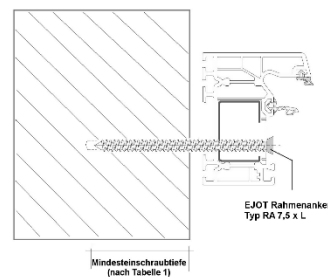

Bild 3 Montageausführung: **seitlicher** Anschluss für Kunststofffenster **mit** Stahlarmierung (1 Wandung) in druckfestem Mauerwerk
- in **druckfesten** Wänden (s.o.) bei Kunststofffenstern mit Stahlarmierung, wenn der Ejot Rahmenanker durch mindestens eine Stahlwandung hindurch befestigt (Bild 3).